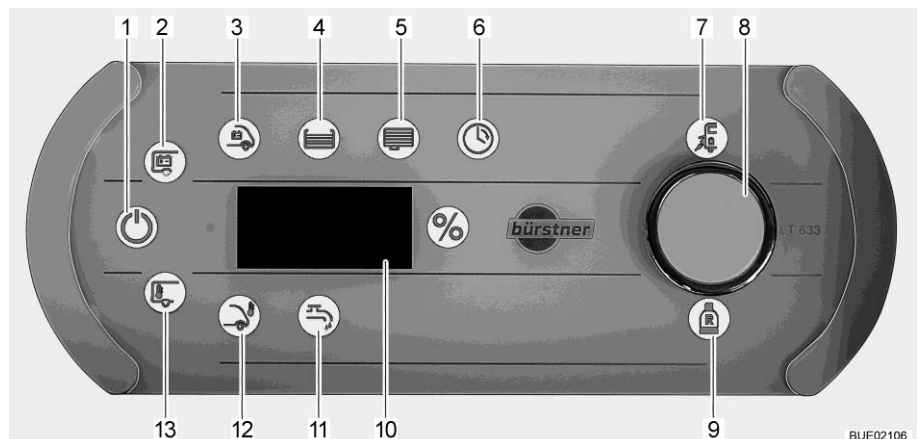

Fig. 189 Pannello di controllo LT 633
Il simbolo controllo di rete (Fig. 189,7) è acceso quando il veicolo è alimentato con tensione di rete a 230 V. Le batterie vengono caricate.
- Premere brevemente il pulsante a rotazione (Fig. 189,8). Il simbolo 12 V ON (Fig. 189,1) si accende. Se i simboli 12 V ON e batteria dell'abitacolo (Fig. 189,2) lampeggiano tre volte, l'alimentazione di tensione è disattivata.
- Premere il pulsante a rotazione (Fig. 189,8) e tenerlo premuto per ca. 5 secondi. Il simbolo batteria dell'abitacolo (Fig. 189,2) lampeggia e sull'indicatore (Fig. 189,10) viene visualizzato "On".
- Rilasciare il pulsante a rotazione. Il simbolo 12 V ON (Fig. 189,1) si accende. L'alimentazione di tensione è inserita.
- Ruotare il pulsante a rotazione, finché non si accende il simbolo pompa dell'acqua (Fig. 189,11). Sull'indicatore compare lo stato di commutazione attuale ("On" oppure "OFF").
Se la pompa dell'acqua è inserita, si accende il simbolo pompa dell'acqua (Fig. 189,11).
- Ruotare il pulsante a rotazione, finché non si accende il simbolo batteria dell'abitacolo (Fig. 189,2). La tensione della batteria dell'abitacolo viene visualizzata sull'indicatore per ca. 20 secondi (p. es. "13,8U" per 13,8 Volt).
- Ruotare il pulsante a rotazione, finché non si accende il simbolo batteria di avviamento (Fig. 189,3). La tensione della batteria di avviamento viene visualizzata sull'indicatore per ca. 20 secondi.
- Ruotare il pulsante a rotazione, finché non si accende il simbolo serbatoio dell'acqua (Fig. 189,4). Si accende il simbolo "%". Il livello del serbatoio dell'acqua viene visualizzato sull'indicatore per ca. 20 secondi.
- Ruotare il pulsante a rotazione, finché non si accende il simbolo serbatoio delle acque grigie (Fig. 189,5). Si accende il simbolo "%". Il livello del serbatoio delle acque grigie viene visualizzato sull'indicatore per ca. 20 secondi.
Il simbolo bombola del gas di riserva (Fig. 189,9) è acceso quando viene utilizzata la bombola del gas di riserva.
- Ruotare il pulsante a rotazione, finché non si accende il simbolo temperatura interna (Fig. 189,13) o temperatura esterna (Fig. 189,12). Sull'indicatore viene indicata la temperatura selezionata.
- Ruotare il pulsante a rotazione, finché non si accende il simbolo orologio (Fig. 189,6).